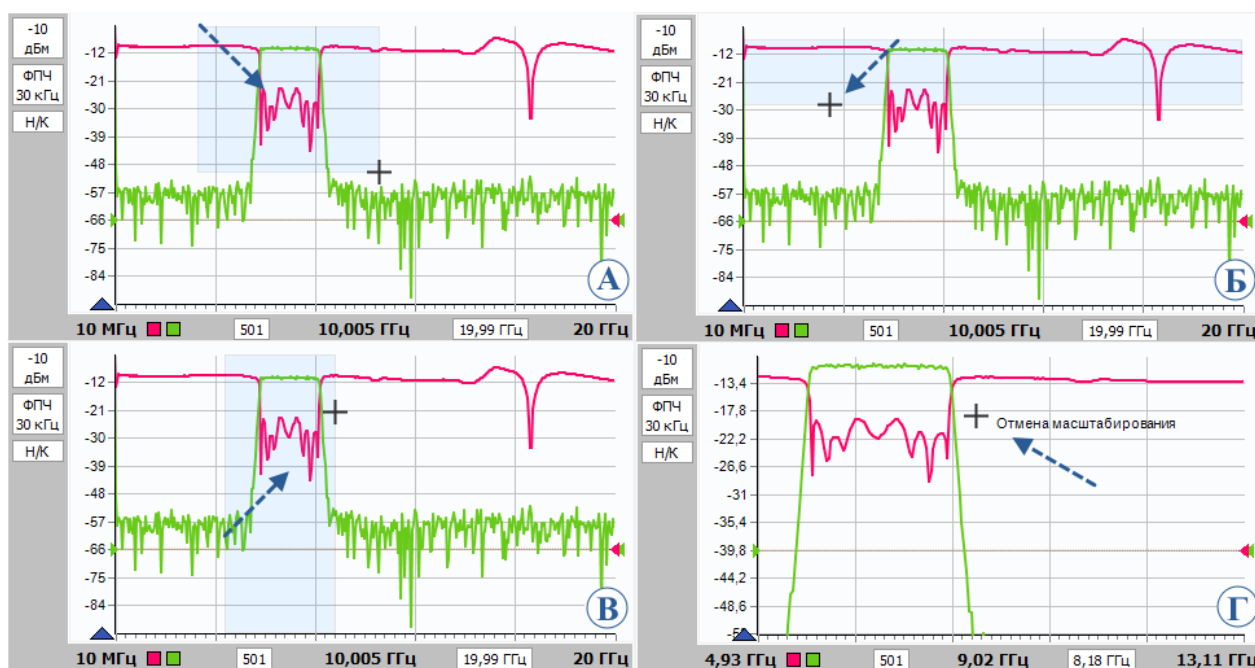

Рисунок 4.13 – Варианты графического задания масштаба и диапазона
- «влево-вниз» рисуются горизонтальные линии выделения по всей ширине диаграммы (рисунок 4.13-Б). После отжимания кнопки мыши изменяется только вертикальный масштаб выделенных трасс.
- «вправо-вверх» рисуются вертикальные линии выделения по всей высоте диаграммы (рисунок 4.13-В). После отпускания кнопки
- «влево-вверх» отменяется последнее масштабирование (рисунок 4.13-Г). Можно последовательно отменить несколько операций масштабирования, если между ними не использовались функции «автомасштаба».